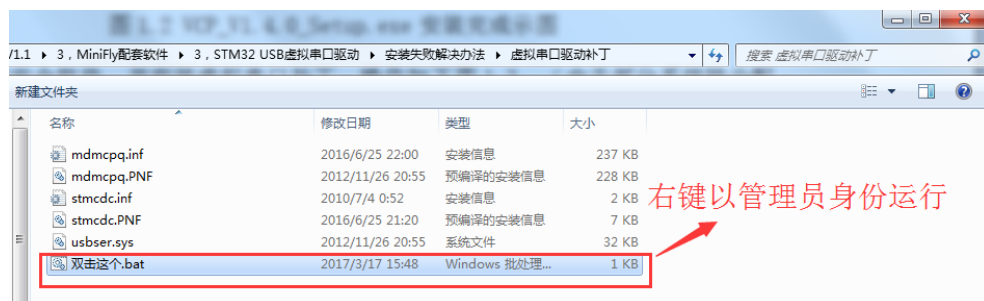

图 1.3 安装虚拟串口补丁示意图
- ② 退出 360 等安全软件，并安装虚拟串口补丁，补丁路径如下图 1.3 所示：然后双击运行“双击这个.bat”，因为部分系统缺少配置文件，所以需要使用.bat 复制配置文件到系统文件夹里。